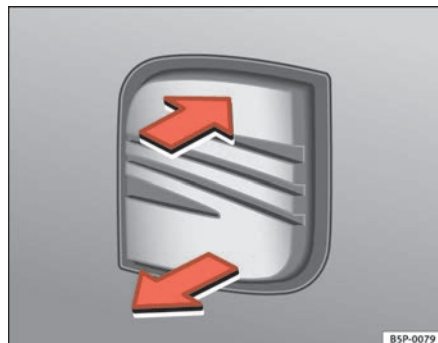

Fig. 66 Cofano vano bagagli: apertura dall'esterno
- Tirare la maniglia e sollevare il cofano ⇒ **fig. 66**. Il cofano si apre automaticamente.